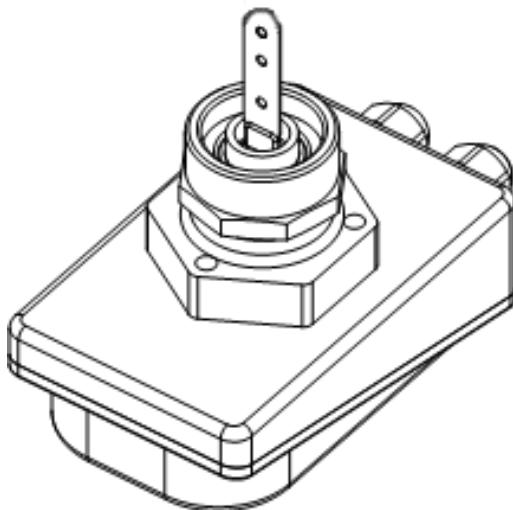

Рисунок 10 – Сигнализатор с установленной футоркой
6.10.4 Перед установкой лопатки установите на сигнализатор футорку G1¼ - G¾ (рис.10).
6.11.4 Перед установкой лопатки установите на сигнализатор футорку G1¼ - G¾ (рис.10).